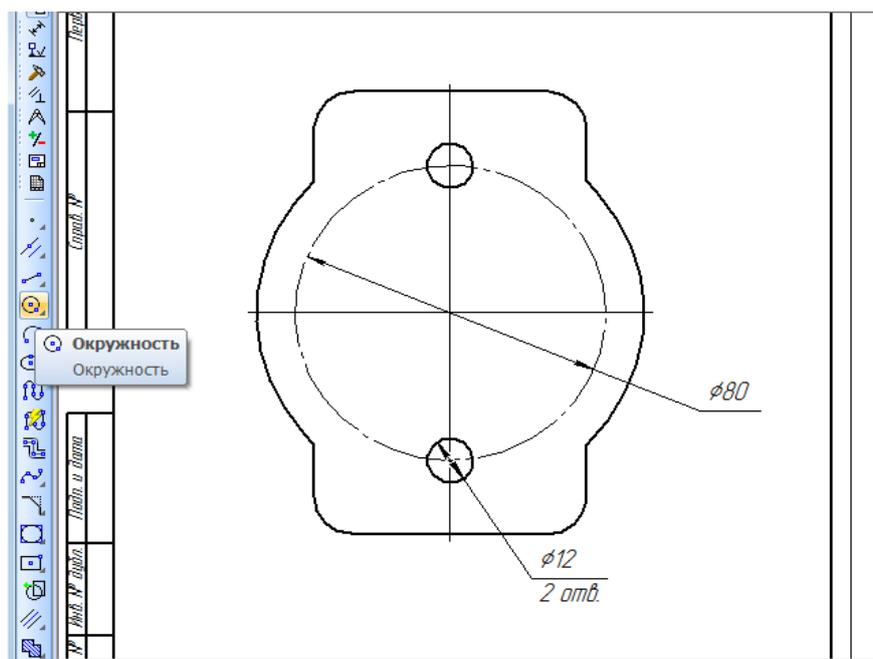

Рисунок 16.
9. В центре прямоугольника постройте еще одну окружность: стиль линии «Осевая»,  $\varnothing 80$  мм. (рисунок 16).
10. На пересечении окружности  $\varnothing 80$  мм и вертикальной осевой линии выполните два отверстия  $\varnothing 12$  мм (рисунок 16).